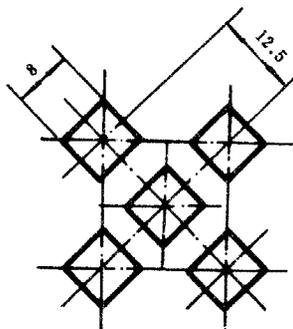

图9 C 8 M12.5
4.4.4 所有孔形按M型或T型排列,只标记 P ,如图9所示。